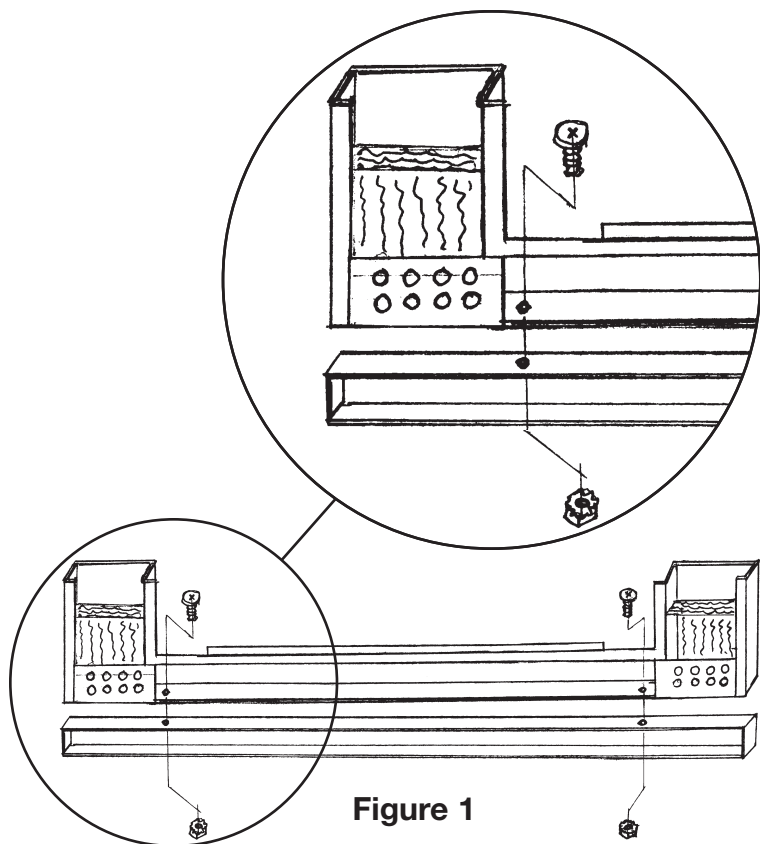

Figure 1
Quand le rehausseur est nécessaire, placer le pare-feu tourné vers le bas sur une surface rembourrée plate. Fixer le rehausseur avec deux (2) vis à métaux de 8-32 x 5/8 po. (No. 6) et deux (2) écrous hexagonaux comme indiqué à la Figure 1. **Prendre garde à se protéger les mains si les bordures métalliques sont coupantes.** NOTE : Les bordures arrière du rehausseur et celles du bas du cadre doivent être à niveau. Dans certains cas, le rehausseur dépassera du devant du cadre ce qui est correct.